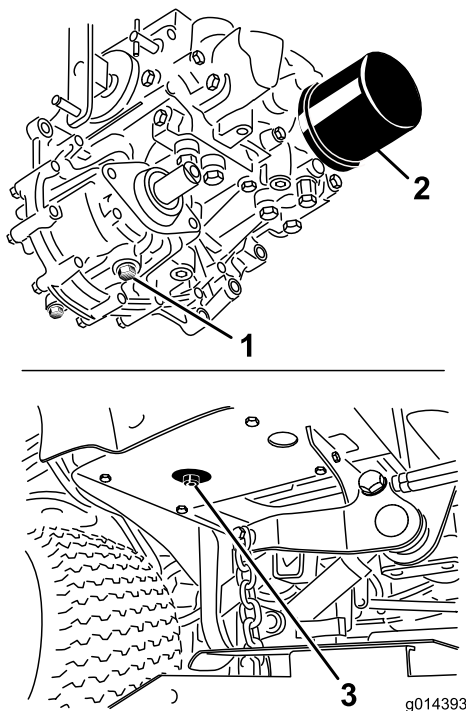

Рисунок 63
3. Поместите под гидравлический бак и корпус трансмиссии большой поддон и удалите пробки; слейте всю гидравлическую жидкость (Рисунок 63).
4. Очистите область вокруг фильтра гидравлического масла и снимите фильтр (Рисунок 63).